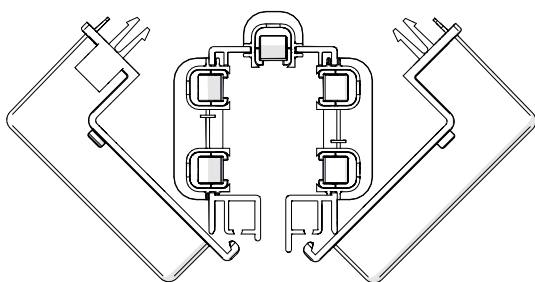

Abb. 36: Verbinderkappenhälften einklipsen (Steckverbindung)
- Gehäusehälften am unteren Gehäuserand des Isolierprofils (4) einhängen und mittig über der Streckeneinspeisung schließen bis die Klips hörbar einrasten (siehe Abb. 36 Abbildung zeigt Verbinderkappe). Es ist darauf zu achten, dass sich die Anschlussleitungen nicht in dem Gehäuse verklemmen. Dabei auf eine elektrotechnisch korrekte Verlegung achten.
- Gehäusehälften am unteren Gehäuserand des Isolierprofils einhängen und mittig über der Streckeneinspeisung schließen bis die Klips hörbar einrasten (siehe Abb. 36). Es ist darauf zu achten, dass sich die Anschlussleitungen nicht in dem Gehäuse verklemmen. Dabei auf eine elektrotechnisch korrekte Verlegung achten.